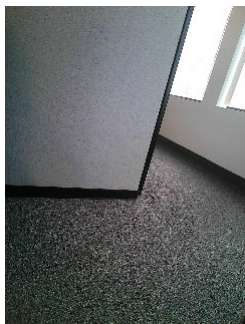

Figura 5.2 Imagen de la cámara digital de espectro visible
4. Vea la imagen en la pantalla. Consulte la **Figura 5.2**. Accione el disparador para guardar una imagen. Consulte la Sección 5.4, *Realizar capturas y trabajar con capturas de pantalla*, para obtener más información.